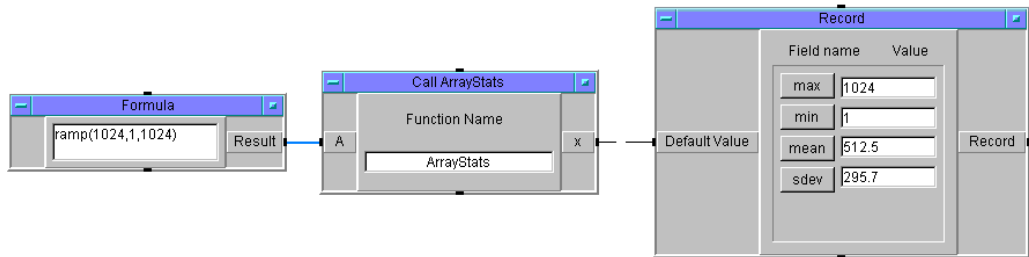

図 7-5. ArrayStats の出力を Record に編集した後
8. プログラムを実行します。図 7-5 のように表示されます。